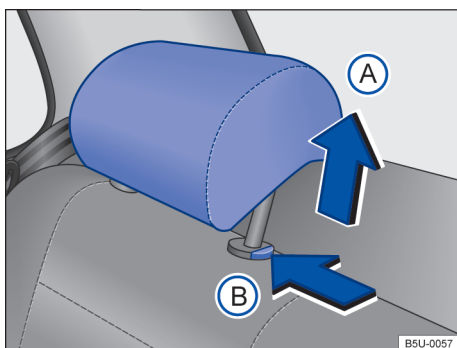

Fig. 62 Apoio para cabeça traseiros: ajustar.
- Empurrar o apoio para cabeça para cima na direção da seta → Fig. 62 (A) ou com o botão → Fig. 62 (B) pressionado, empurrar para baixo → ▲ em *Introdução ao tema* na página 71.